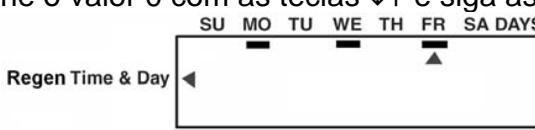

fig. 15
- 6) Prima **↓** para confirmar (aparecerá um sublinhado por baixo do dia). O descalcificador fará a regeneração nos dias sublinhados (fig. 15).